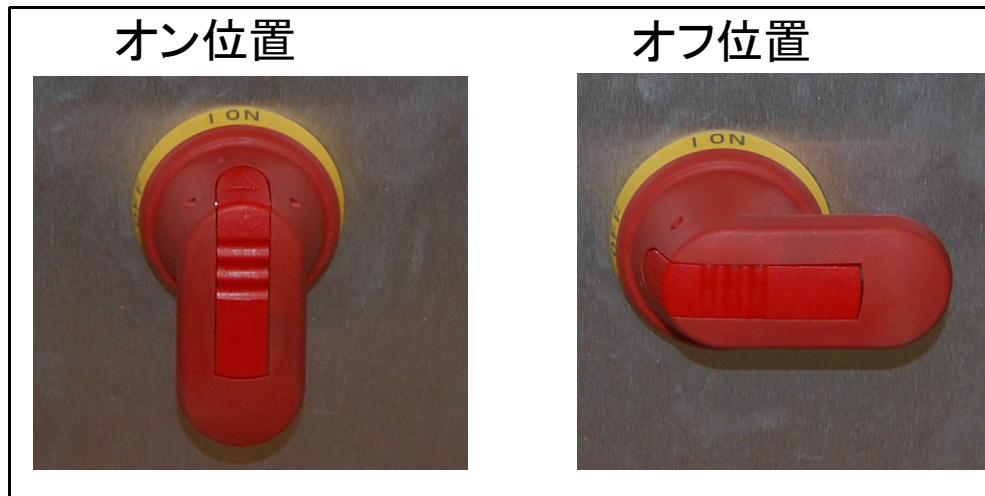

図 4-2: メインの切断スイッチのハンドル - On/Off 位置
1. キャビネット内のメインの赤い切断スイッチのハンドルが ON 位置にあることを確認します（図 4-2 を参照）「LOTO - マシンのメンテナンスと修理」（75 ページ）で説明されているとおり、OFF 位置にある場合は、電源を入れる前に、装置内で作業している人がいないか確認します。